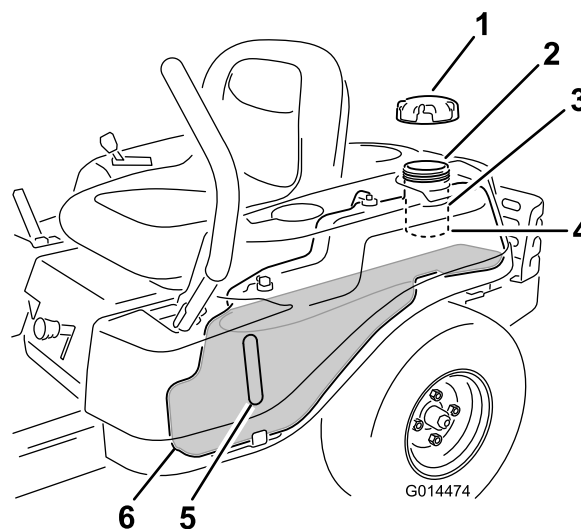

Figura 9
Nota: Puede utilizar la mirilla de combustible para verificar la presencia de gasolina antes de llenar el depósito (Figura 9).
2. Añada gasolina sin plomo lentamente (Figura 9) hasta que el combustible llegue a la base del cuello de llenado (4).